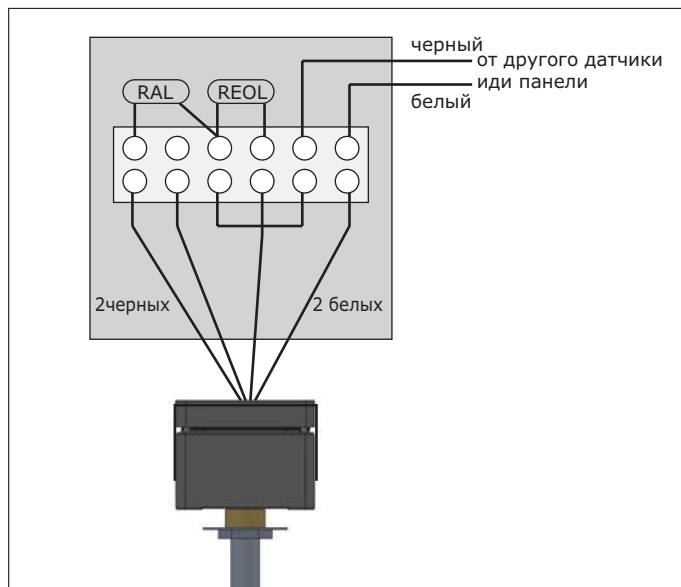

Рис. 7.3: Температурный датчик с EOL резистором (REOL)
Последний датчик, подключаемый к панели ShieldControl необходимо оснастить EOL резистором, как показано на рис. 7.3. EOL резистор для температурного датчика поставляется с панелью обнаружения огня и находится в Зоне 2, соответствующей клеммной колодке.
- Возьмите EOL резистор из Зоны 2 панели ShieldControl и установите его в последний температурный датчик (см. рис. 7.3).